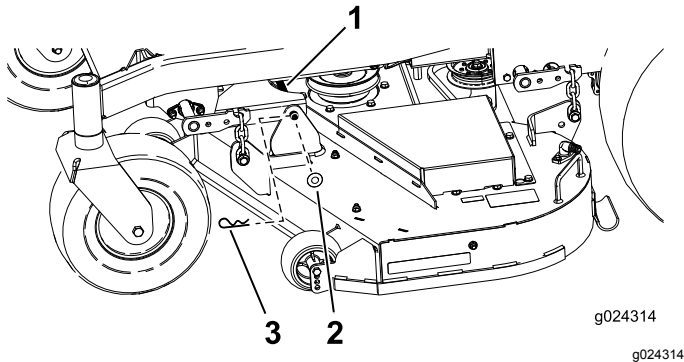

Figure 68
1. Retirez la goupille fendue et la rondelle qui fixent la longue barre de liaison au cadre et au tablier, et enlevez la barre de liaison (Figure 68).
9. Fixez la barre de liaison avec les goupilles fendues et les rondelles retirées précédemment (Figure 68).